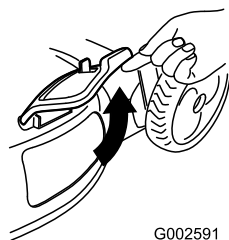

Bild 27
2. Öffnen Sie die Seitenauswurflappe (Bild 27).